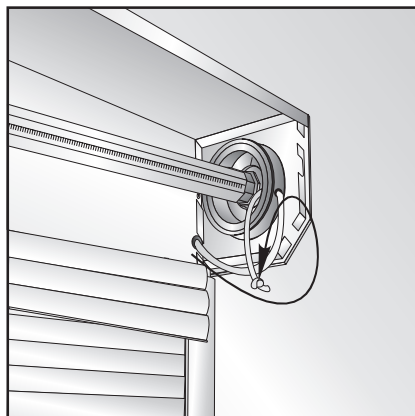

Рис. 20. Крепление ленты/шнура на шкиве
- 12) Окончательно закрепить ленту либо шнур на шкиве привода (рис. 20). Вращая вал, произвести намотку тягового элемента на шкив. Длина намотки должна обеспечить полный подъем полотна.